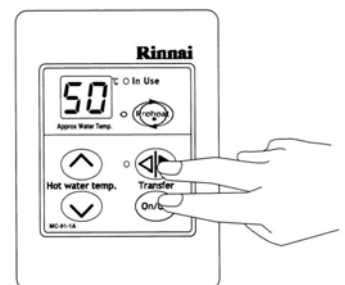

Fig. 1
**STEP 1:** solamente sul comando remoto Master, premere e mantenere premuti contemporaneamente i tasti "Transfer" ed "ON/OFF" (Fig.1): il comando remoto emette due "beep"; uno al suo spegnimento ed uno dopo circa 5 secondi.